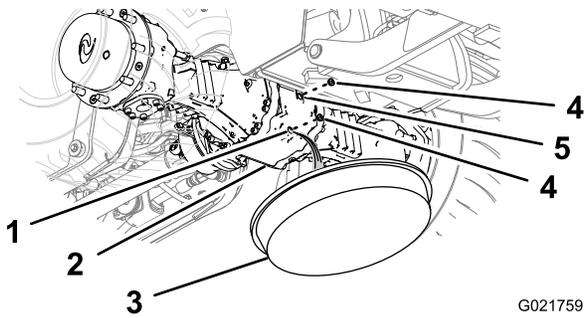
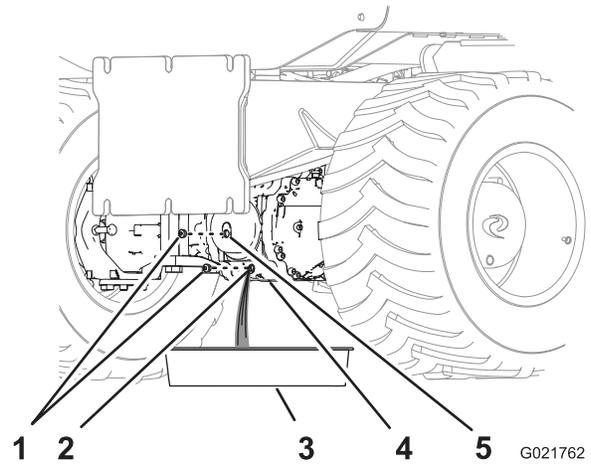

Figura 68
Figura 69
1. Coloque un recipiente de vaciado debajo del alojamiento del piñón del eje (Figura 68 y Figura 69).
2. Retire los tapones de la mirilla y del orificio de vaciado del alojamiento del piñón (Figura 68 y Figura 69).